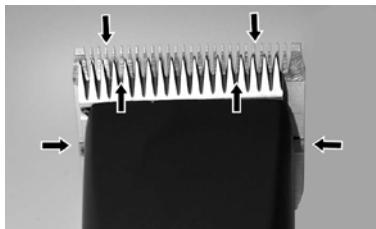

Fig. 22
Para conseguir un buen resultado de esquileo y para alargar la duración de la esquiladora, es imprescindible aplicar una fina capa de aceite sobre las cuchillas superior y inferior (Fig. 22).
- ▶ Lubrique los peines suficientemente durante el esquileo (como mínimo cada 15 minutos), para que no marchen en seco (Fig. 22).
Es necesario lubricar los peines antes, durante y después de cada uso. Si los peines dejan rayas o se desaceleran, es una señal segura que necesitan aceite. Aplique algunas gotas de aceite de freno y lateralmente de los peines (flechas Fig. 22). Quite el aceite sobrante por un pañuelo suave y seco. Aerosoles lubricantes no contienen suficientemente aceite para una buena lubricación, pero son convenientes para la refrigeración de los peines. Cambie de inmediato peines dañados o dentados a fin de evitar heridas.